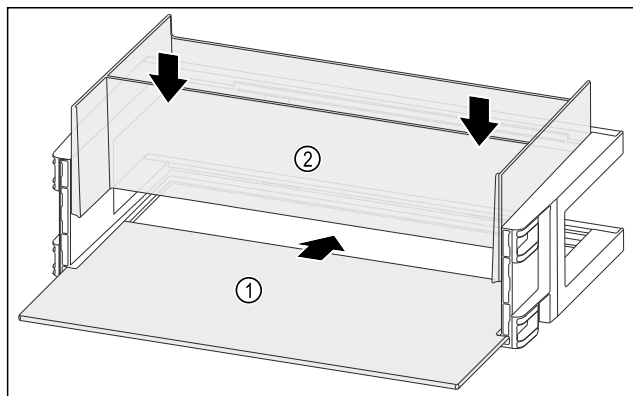

Fig. 119
- ▶ Odlagalno polico Fig. 119 (1) vstavite v stranske utore.
- ▶ Vstavite organizator Fig. 119 (2).